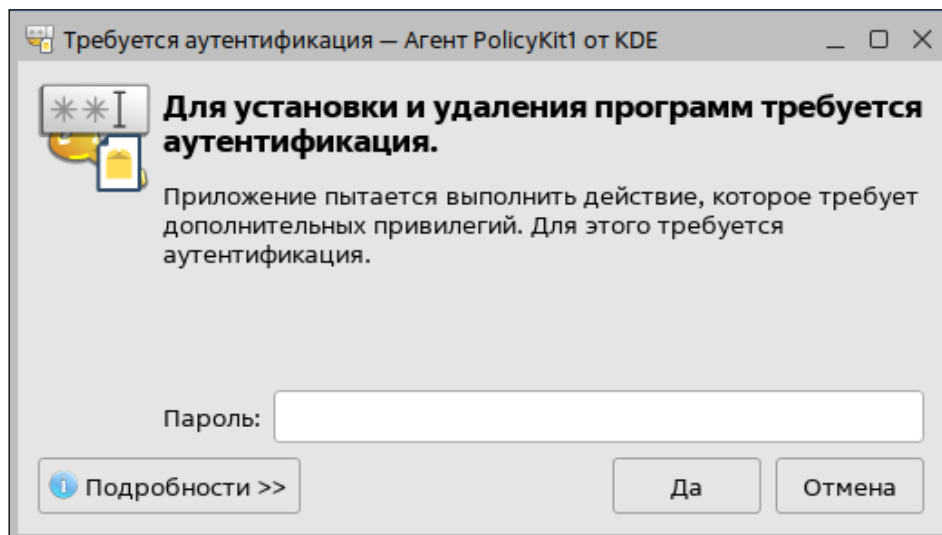

Рисунок 2.2 – Ввод пароля администратора
2) в диалоговом окне (см. рисунок 2.2) ввести пароль от учетной записи с административными привилегиями и нажать кнопку «Да»;